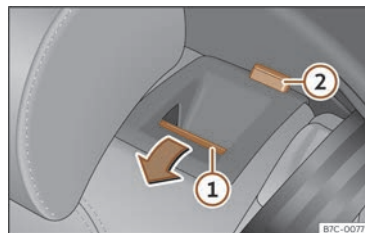

Fig. 68 Banquette arrière : rabattre le dossier.
- Appuyez sur la touche de déverrouillage >>> fig. 68 ① vers l'avant en rabaissant simultanément le dossier. Le dossier arrière est déverrouillé lorsqu'un repère rouge est visible sur la touche ②.